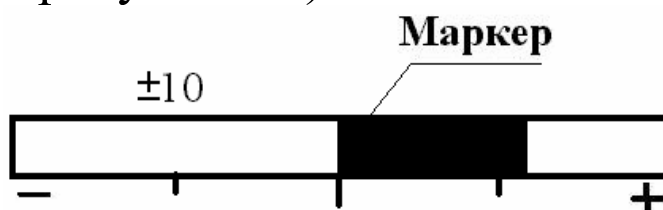

Рисунок 3.1– Вид аналоговой шкалы
3.9.2 В режиме поиск на табло выводятся показание скорости счета импульсов (s^{-1}) и аналоговая шкала (см. рисунок 3.1).